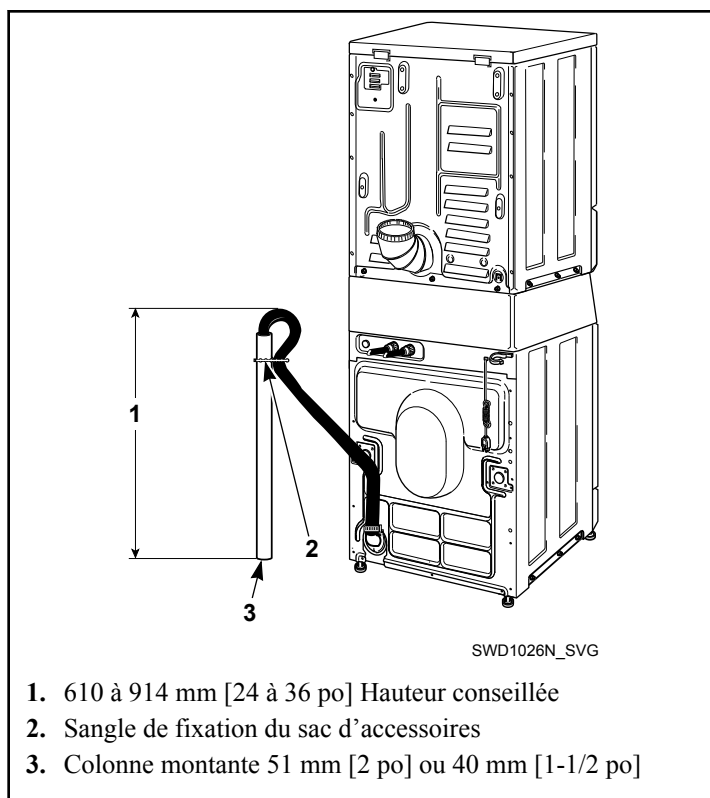

Figure 10
2. Retirer la sangle à renflements du sac d'accessoires, la placer autour de la conduite verticale et du tuyau de vidange puis la serrer pour que le tuyau soit retenu à la conduite. Se reporter au *Figure 10*. Ceci empêche le tuyau de se déloger de la colonne montante durant la vidange.